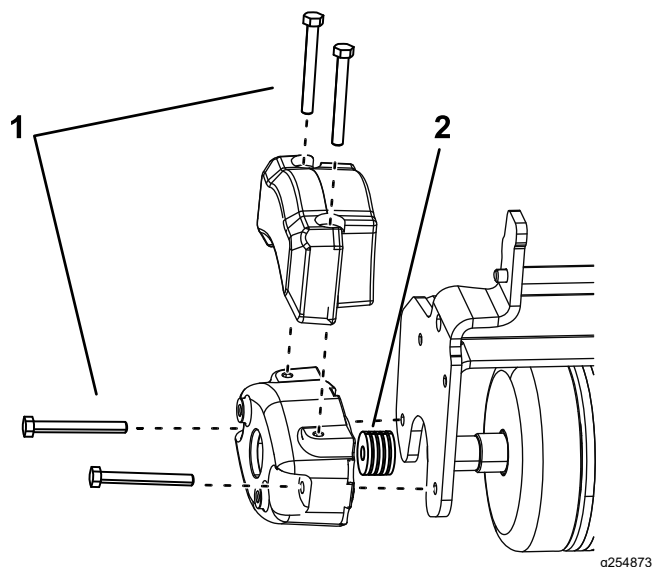

Figura 7
2. Montate 2 bulloni (5/16"-18" x 2³/₄") come mostrato nella Figura 7.
3. Montate 4 distanziali (1/8") per bullone tra il contrappeso e la piastra laterale del tri-roller (Figura 7).